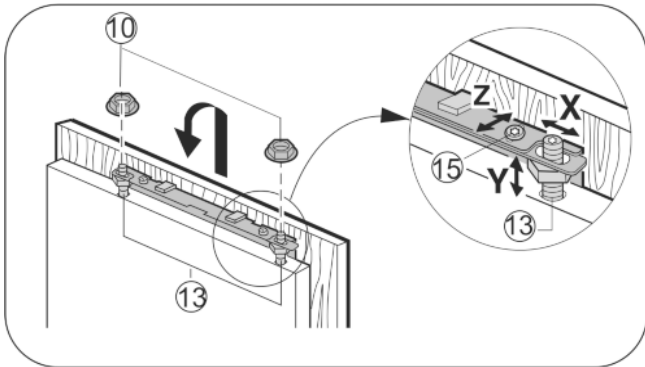

Fig. 19
- ▶ Ajuster la porte du placard à hauteur de Y et en l'inclinant sur le côté : régler les boulons d'ajustement *Fig. 19 (13)* à l'aide d'un tournevis.
- ▶ Serrer les contre-écrous *Fig. 19 (10)*.